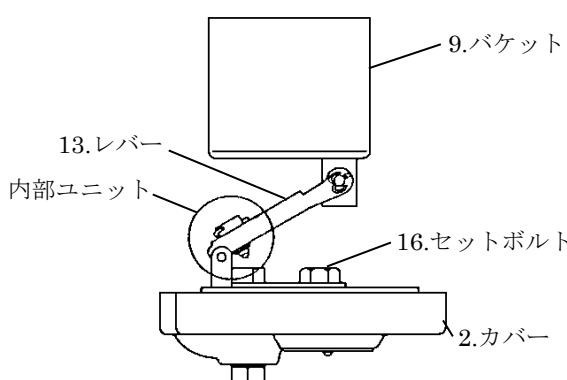

図4
- 3) 内部ユニットおよびバケット(9)はカバー(2)に連結されたまま取出せます。(図4参照)